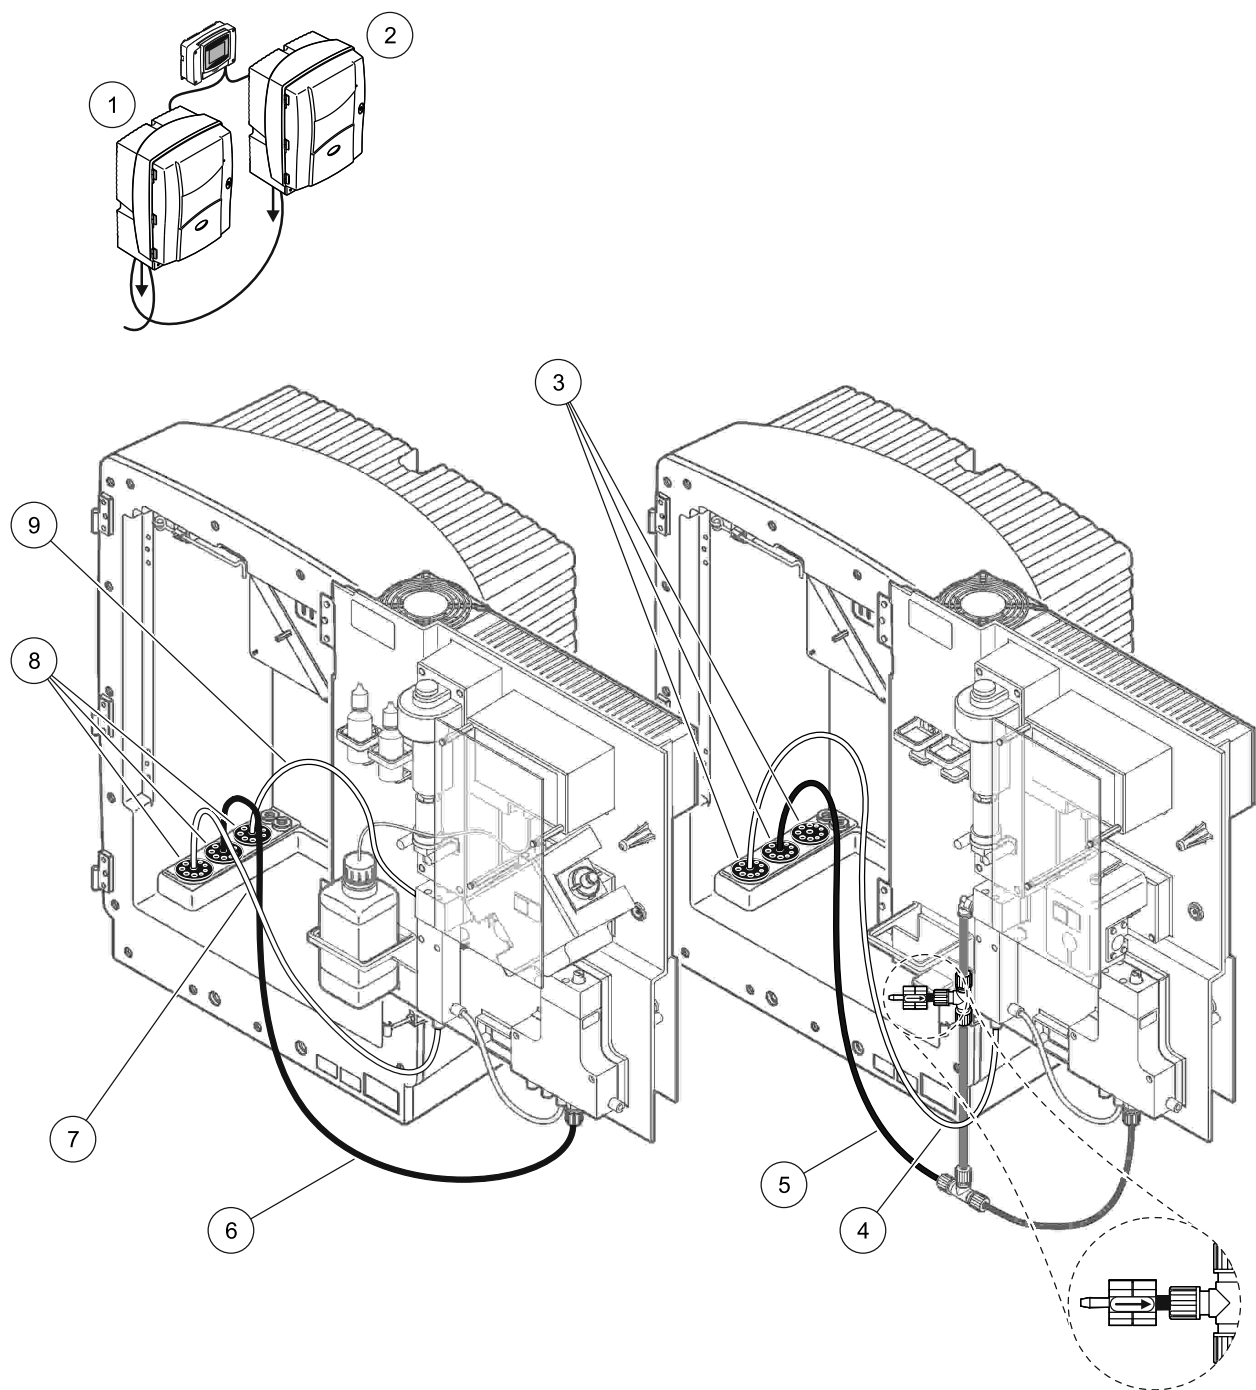

Figura 41 Configuração da opção 10b
Consulte o Figura 41 e as seguintes instruções para a Opção 10b:
- a. Alimente a linha de amostra da unidade de preparação de amostras através do analisador (Figura 41, item 7). Utilize o Conector Vedante #3 para fixar.
- b. Alimente o tubo de drenagem através do analisador (item 6). Utilize o Conector Vedante #1 para fixar.